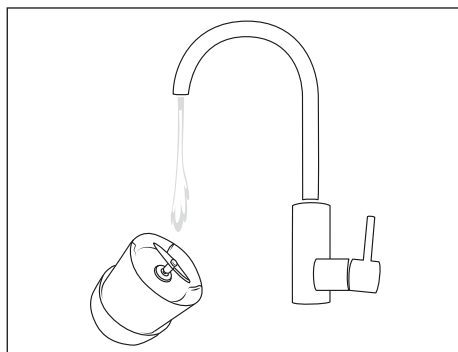

Fig. 2
- ♦ Tør låget ❶ og håndstop ❷ af med en fugtig klud. Påfør en mild opvaskemiddel på kluden og tør af med rent vand. Lad alt tørre helt, før du lægger apparatet væk eller bruger det igen.
- ♦ For at fjerne lettere snavs skal du fylde blenderbægeret ❹ indtil MAX-markeringen med lunkent vand og en dråbe opvaskemiddel. Lad produktet køre i ca. 30 sekunder som forklaret i kapitlet **11. Betjening**. Sku så låget ❶ af, og hæld opvaskevandet ud af blenderbægeret ❹.
- ♦ Skyl kun krydskniven ❸ forsigtigt, og brug evt. en opvaskebørste under rindende vand. Sørg for, at der ikke kommer vand på låget ❶, og læg ikke produktet ned i vand! Hæld produktet en smule, så det kun er krydskniven ❸, der kommer ind i vandstrålen (se fig. 2). Hvis du foretager rengøringen lige efter brug, er det lettere at fjerne snavs.